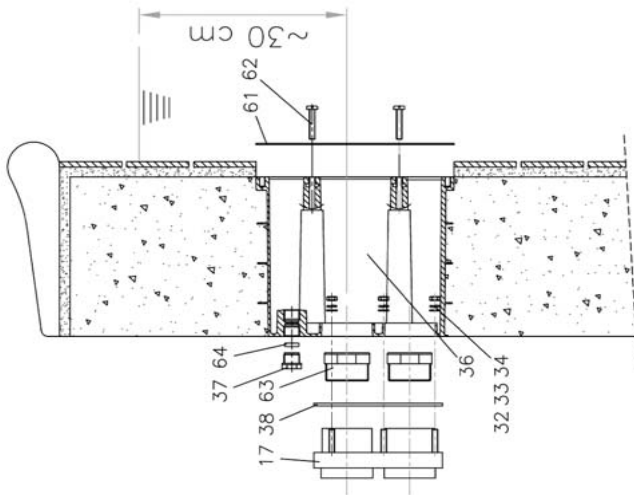

FIG. 1
2a Instalação da caixa alojamento (Fig. 1, 2)
Instala-se caixa alojamento de maneira a que os dois orifícios para os passa-cabos PG16 (37) fiquem na parte superior, ficando o centro da boca aproximadamente a 30 cm. abaixo do nível de água (Fig. 1).
No caso de não instalar o equipamento de imediato pode-se obter a estanqueidade da caixa alojamento, montando os elementos fornecidos (Fig. 1) da seguinte forma: Colocar a junta de estanqueidade (38) na flange de ligação (17) e fixar ambas as peças à caixa através de 6 porcas M8 (32) e as suas anilhas correspondentes. Fixar nos alojamentos rosca PG16 as 2 juntas cegas (64) com os correspondentes passa-cabos (37). Montar os 2 tampões RG2" (63) na flange de ligação, previamente devemos pôr teflon na rosca dos tampões. Para evitar o acesso ao interior da caixa coloca-se a tampa de protecção (61) com os seus correspondentes parafusos (62).